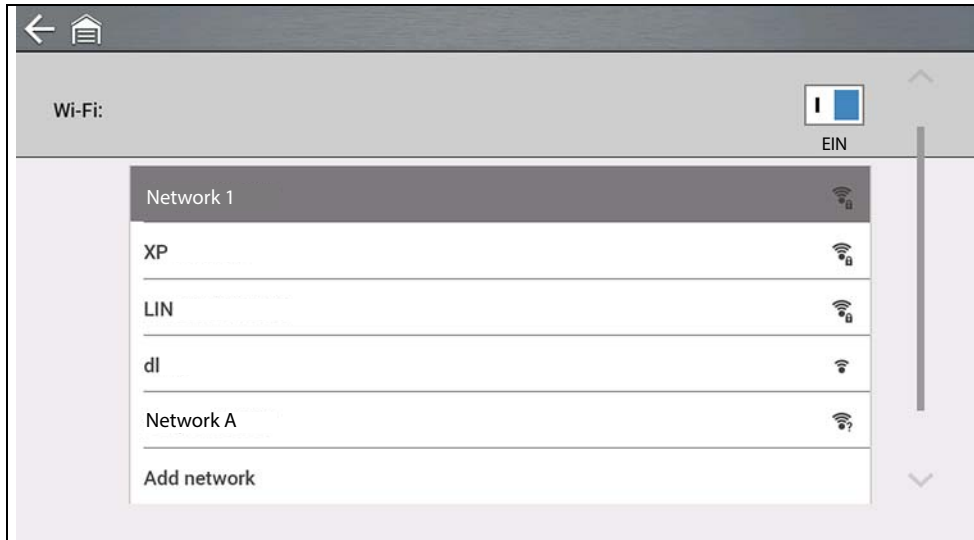

Abbildung 12-2
2. Wählen Sie zum Verbinden Ihr Netzwerk aus den verfügbaren Netzwerken aus (Abbildung 12-2).